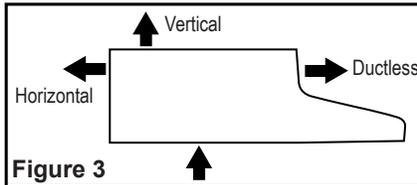

Figure 3
- Choose the type of ducting you will require. This model is equipped to vent either Vertically or Horizontally through a 3-1/4" x 10" duct. It can be modified to be ductless (re-circulates the air back into the kitchen) with the addition of a model RF55 combination grease/charcoal filter (not included) or vented through a 7" round duct with the addition of a model RDC7 Duct Collar (included with AVR series ONLY) (Figure 3).
- Choisir le type de conduits qui sera requis. Ce modèle est équipé pour souffler tant verticalement qu'horizontalement dans un conduit de 8,25 x 25,4 cm (3-1/4 po x 10 po). Il peut être modifié pour devenir sans conduit (recirculation de l'air dans la cuisine) avec l'addition d'un filtre combiné graisse/ charbon modèle RF55 (non inclus) ou soufflé au travers d'un conduit rond de 17,78 cm (7 po) avec l'addition d'un clapet modèle RDC7 (inclus avec la série AVR SEULEMENT) (Figure 3).